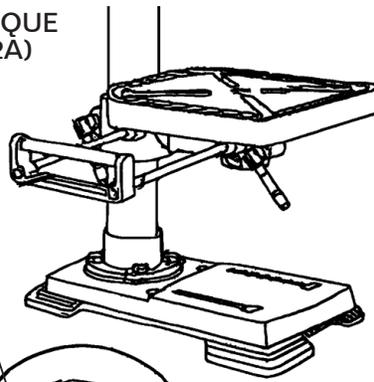

Fig. 12A
INCLINAR LA MESA (FIG. 12A)
1. Afloje el perno de bloqueo de bisel (Fig. 12A - 1) girándolo en sentido antihorario con una llave ajustable (no incluida).
2. Incline la mesa al ángulo deseado, utilizando la escala de bisel (Fig. 12A - 2) como guía básica.
AJUSTAR LA MESA PARA QUE SEA HORIZONTAL (FIG. 12A)
1. Afloje el perno de bloqueo de bisel (Fig. 12A - 1).
2. Vuelva a alinear la mesa al ajuste de 0° en la escala de bisel (Fig. 12A - 2).